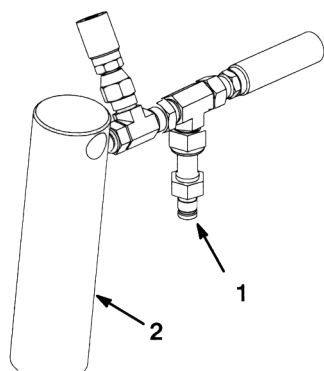

図12
2. 左昇降シリンダの裏側にあるテスト・ポートに圧力計を取り付ける (図12)。